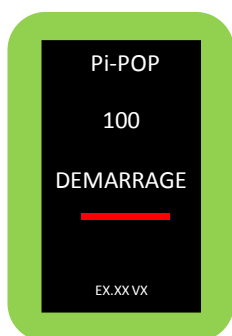

Figure 7.3 : Affichage après une à deux minutes de pédalage
- 3) Vous pouvez continuer à pédaler, vous allez observer ainsi le pourcentage (70, 75,... 95, 100 ; figure 7.2) augmenter au fur et à mesure que vous pédalez. Cette phase prend 3 minutes supplémentaires (maximum). Vous allez ensuite basculer sur l'écran d'accueil normal du vélo lorsque la procédure de démarrage aura atteint 100% (figure 7.3). Le niveau de charge va alors augmenter au fur et à mesure que l'on continue de pédaler.